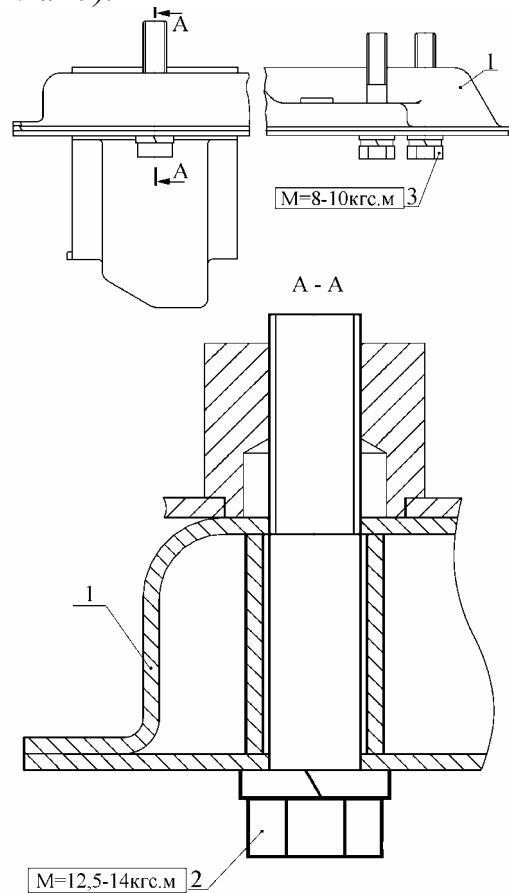

Рис.41. Установка подрамника на автомобиль:
1) два болта 2 (рис. 41) крепления передней части подрамника 1 к лонжеронам рамы кузова затянуть с моментом от 123 до 137 Н.м (12,5-14 кгс.м).